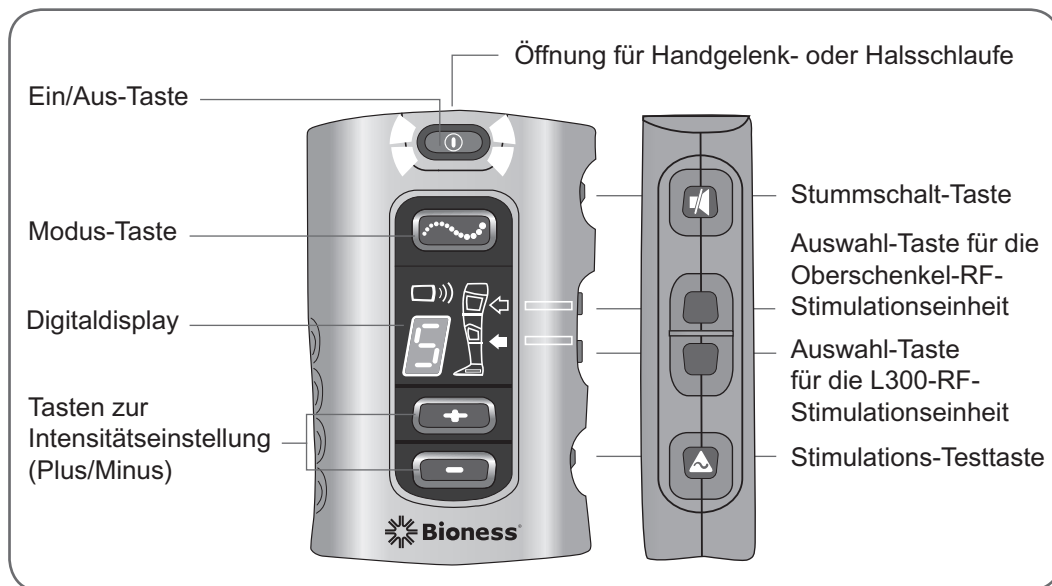

Abbildung 5-8: Bedientasten und Digitaldisplay der L300 Plus-Steuereinheit
- Systemstatus überwachen (siehe Abbildung 5-8 und Tabelle 5-3).